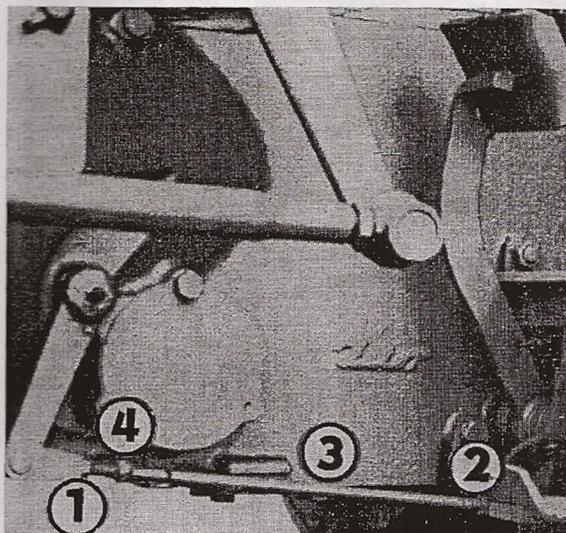

Fig. 58
1. Débloquer l'écrou de blocage M 8 (fig. 58/1) et l'écrou M 8 gauche (fig. 58/2) bloquant la tringle de l'embrayage.
2. S'il faut agrandir le jeu entre la butée de débrayage et les leviers de débrayage, prolonger la tringle de débrayage (fig. 58/3). S'il faut le réduire, raccourcir cette tringle.
Le raccourcissement de la tringle de débrayage s'effectue à l'aide de l'écrou M 8 soudé sur la tringle (fig. 58/4), par revissage en le tournant) à droit —